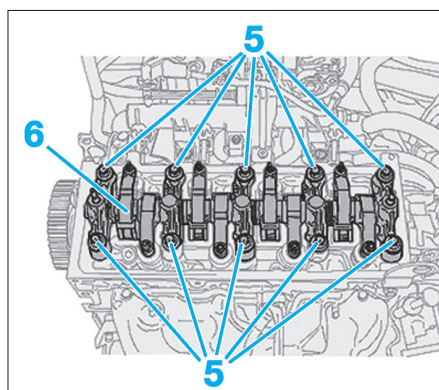

Fig. 41
- Desserrer progressivement et en spirale les vis de culasse (5) en commençant par l'extérieur à l'aide de l'outil [6] (Fig.41).
- les vis de culasse (5),
- la rampe de culbuteurs (6).